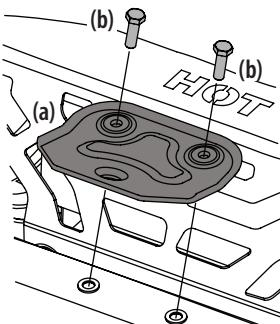

Figure 3
- Localisez l'attelage (a) et installez-le à l'arrière du châssis à l'aide des deux vis à bride hexagonales (b) fournies. Consultez la Figure 3.